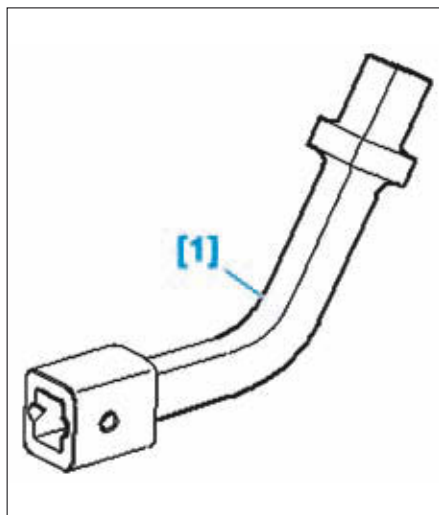

FIG. 2
- [1]. Embout de réglage (ref Audi : T40183) (Fig.2).